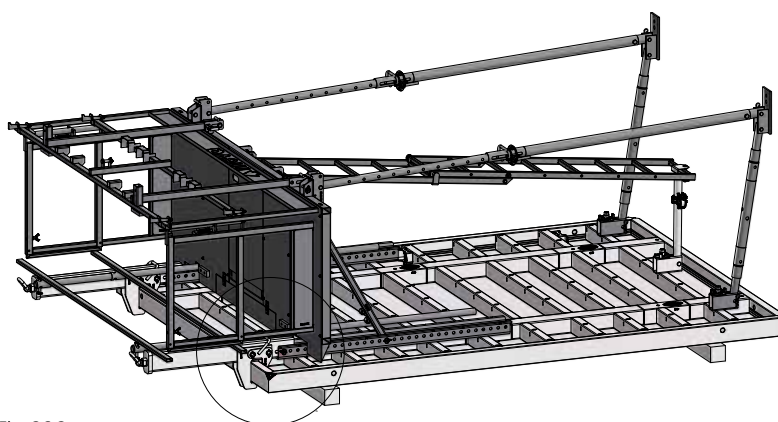

Fig. 26.2
2. Poser le bras de levage sur le cadre du coffrage. Le bas du bras de levage doit être bien inséré dans le profil du montant (Fig. 26.2 et 26.3).
3. Positionner la mâchoire sous le profil du cadre, goupiller l'axe de la mâchoire avec la goupille clip (Fig. 26.2 et 26.3).
4. Fixer le bras de levage sur le montant en goupillant l'axe du trou oblong avec la goupille clip (Fig. 26.2 et 26.3).